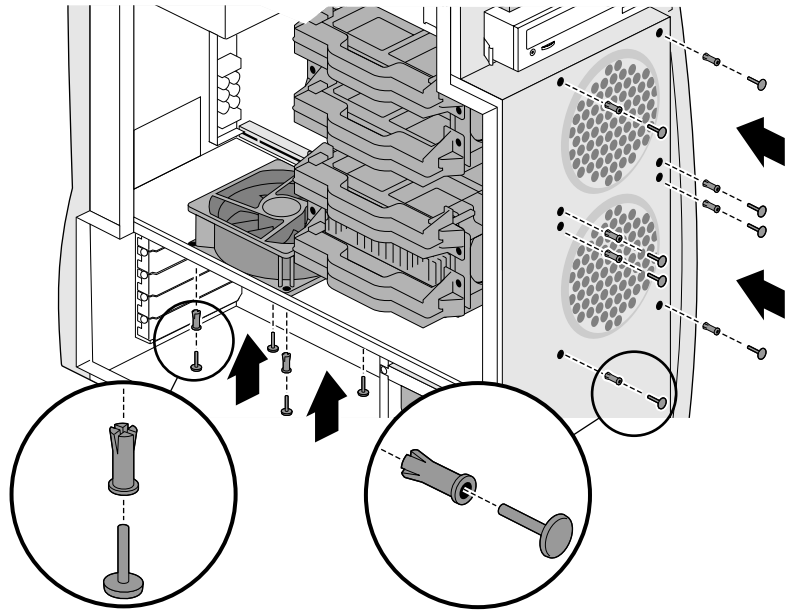

Figure 7-14 Installation du ventilateur et des goupilles
- À l'aide des goupilles fournies avec le nouveau ventilateur, insérez chaque cheville dans le ventilateur (voir Figure 7-14).